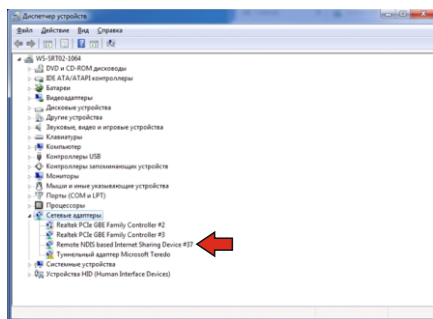

Рисунок 6.1
6.2 При подключении к ПК с операционной системой семейства Windows, устройство опознается как RNDIS (сетевая карта) (рисунок 6.1).